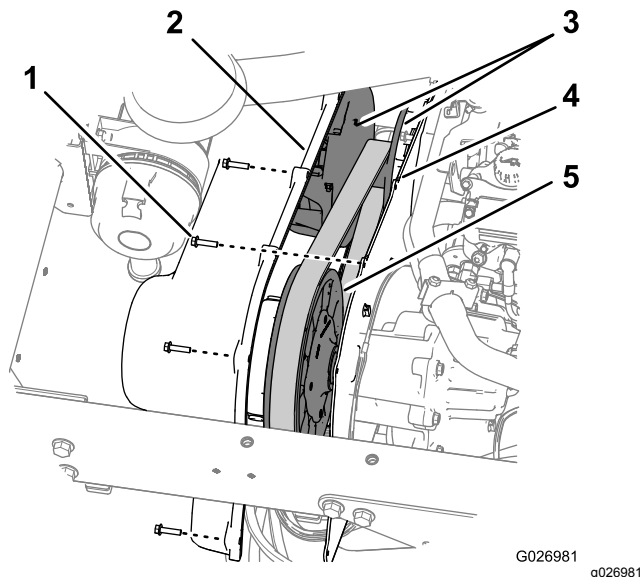

Рисунок 64
- Выверните 9 болтов с шестигранными головками с буртиком (1/4 x 1 дюйм), которые крепят крышку коробки передач к монтажной пластине коробки передач (Рисунок 64).
5. Совместите отверстия в крышке коробки передач с отверстиями в монтажной пластине (Рисунок 64).
6. Прикрепите крышку к монтажной пластине (Рисунок 64) с помощью 9 болтов с шестигранными головками с буртиком (1/4 x 1 дюйм), снятых при выполнении пункта 1, и затяните болты с моментом от 10,2 до 12,4 Н·м.